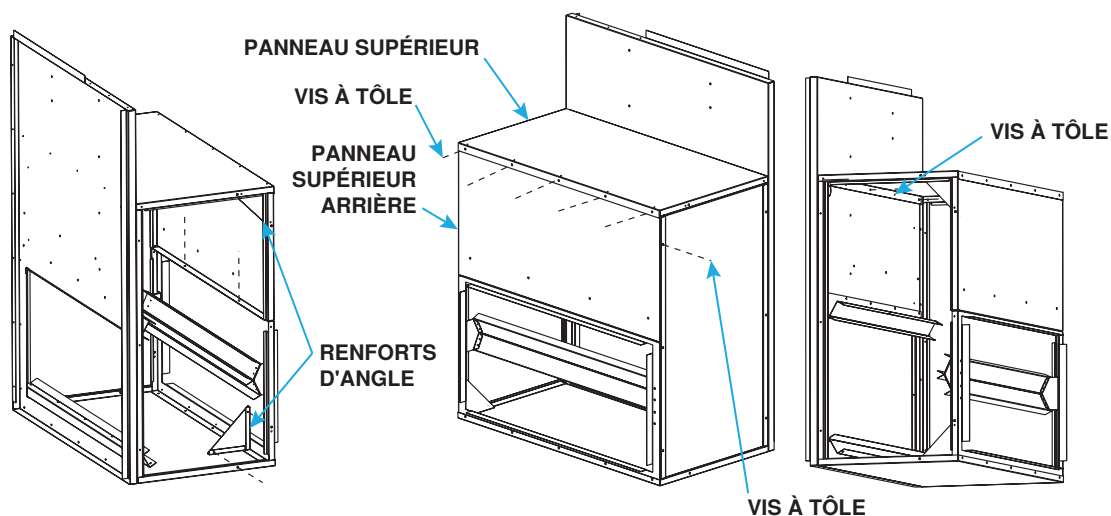

Figure 11. Installer l'armoire de filtre à entrée horizontale sur le radiateur
4. Installez le panneau supérieur arrière, le panneau supérieur et les renforts d'angle et fixez l'armoire du filtre à l'armoire du radiateur, tel qu'illustré à la Figure 11 :